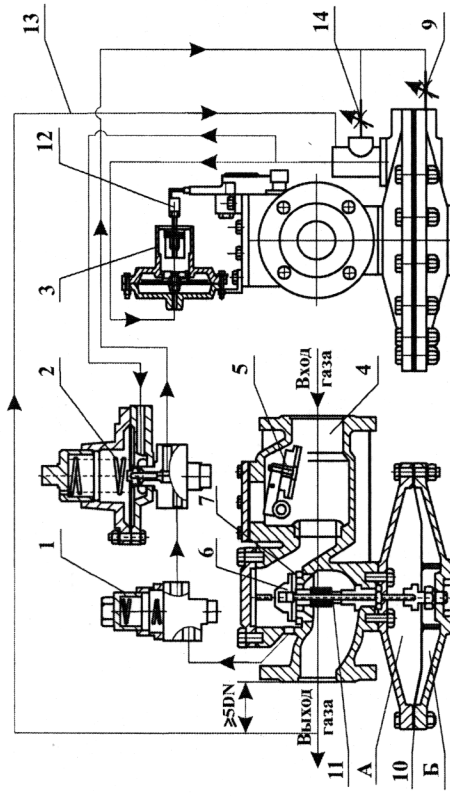
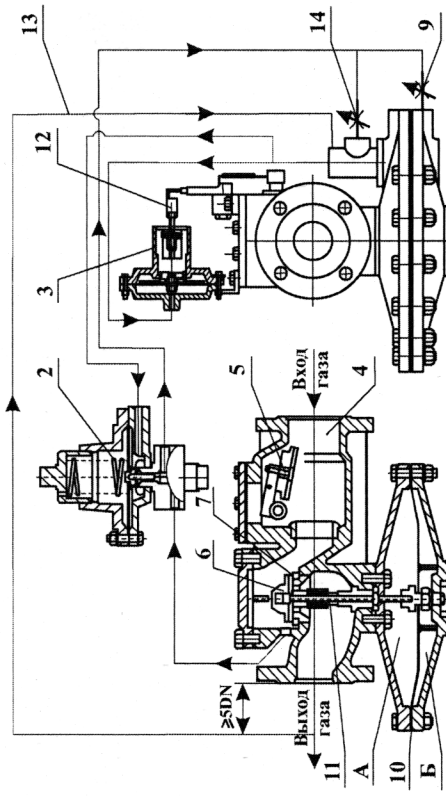

Рисунок 1. Регулятор давления РДГ-50Н
Рисунок 2. Регулятор давления РДГ-50В
- исполнение Н (рис. 1): корпус 4 с отсечным клапаном 5, исполнительное устройство, стабилизатор 1, регулятор управления КН 2, механизм контроля 3;
- исполнение В (рис. 2): корпус 4 с отсечным клапаном 5, исполнительное устройство, регулятор управления КВ-2, механизм контроля 3.
- собрать схему подключения регулятора в соответствии с рис. 1 или с рис. 2;
2.4.5. При работе на входных давлениях не более 0,04 МПа допускается стабилизатор (в РДГ-Н) снимать и подавать входное давление в регулятор управления по схеме РДГ-В в соответствии с рис.2.